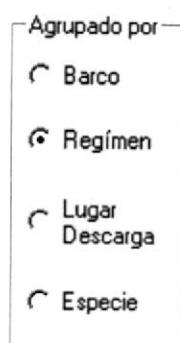

Figura 11.35 Opción agrupado por
3. Si hace click en específica se habilitarán las opciones de agrupado por y podrá seleccionar el tipo de información que desea que aparezca en el reporte, esta puede ser por Barco, Régimen Lugar Descarga o Especie. Para seleccionar de click en  de la opción que desea elegir (ver figura 11.35).